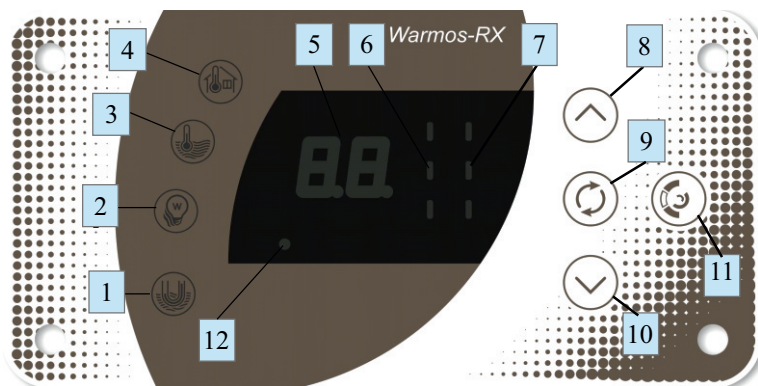

Рисунок 3. Панель индикации и управления
Заднюю панель (1); входной комбинированный патрубок (2) (через который теплоноситель поступает в прибор), имеющий как наружную резьбу G3/4, так и возможность подсоединения пайкой медной трубой с наружным диаметром 20 мм; циркуляционный насос (3), приводящий в движение теплоноситель, который проходя через трубопровод (4), поступает в теплообменную емкость (5) в теплоизоляции, содержащую трубчатые электронагреватели (ТЭНы) (6), и возвращается в систему через верхний выходной патрубок (7) со внутренней резьбой G1 1/4. Желаемая температура на выходе, контролируемая датчиком (8), а также лимит потребления электроэнергии устанавливаются на панели управления и индикации (см. рис.3). Избыточное давление в теплообменной емкости должно находиться в пределах от 0,05 МПа (при меньшем давлении работа циркуляционного насоса становится неустойчивой), до 0,29 МПа. Оно контролируется датчиком давления (9). Независимая от микроконтроллера и охлаждаемых полупроводниковых элементов защита представлена самовозвратным
- индикатор нагрева (12) (рис. 3) не светится;
- все три индикатора ограничения мощности (7) (рис.3) — светятся (ограничения мощности нет);
- все три индикатора потребляемой мощности (6) (рис.3) — не светятся (уровень потребляемой мощности — 0%);
- индикатор контроля температуры теплоносителя (3) (рис.3) — светится, что указывает на то, что семисимвольные индикаторы (6) (рис.3) указывают температуру теплоносителя;